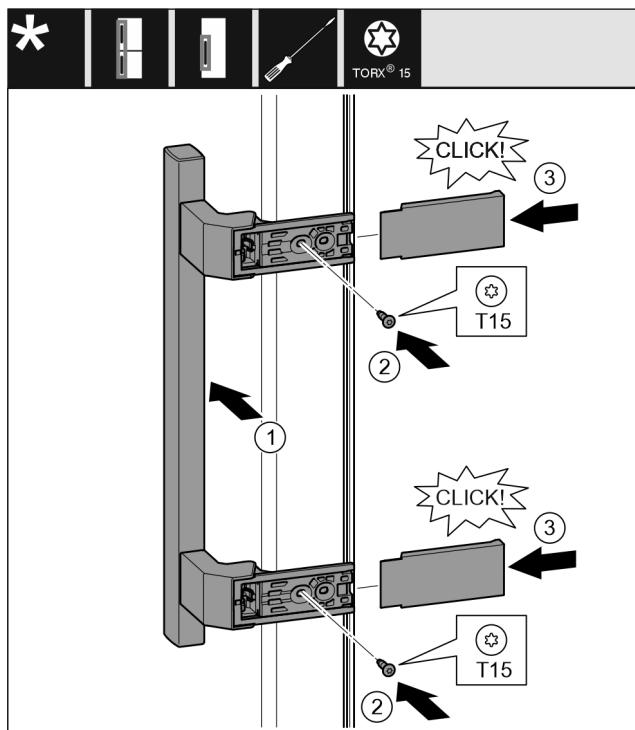

Fig. 40
- Nasadte madlo na protilehlé straně. Fig. 40 (1)
- Šroubovákem T15 pevně utáhněte šrouby. Fig. 40 (2)
- Z boku nasadte a nasuňte kryty. Fig. 40 (3)